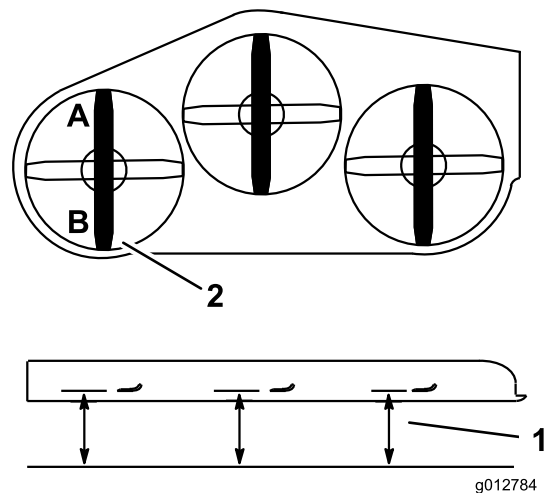

Figura 82
2. Mida la cuchilla izquierda en la posición **A** desde una superficie nivelada hasta el filo de corte de la punta de la cuchilla, y anote esta medida (Figura 82).
3. Mida la cuchilla izquierda en la posición **B** desde una superficie nivelada hasta el filo de corte de la punta de la cuchilla, y anote esta medida (Figura 82).
4. La cuchilla del cortacésped debe estar entre 6 a 10 mm (1/4 a 3/8 pulgadas) más baja en la posición **A** que en la posición **B** (Figura 82). Si la distancia no es correcta, continúe con los pasos siguientes.